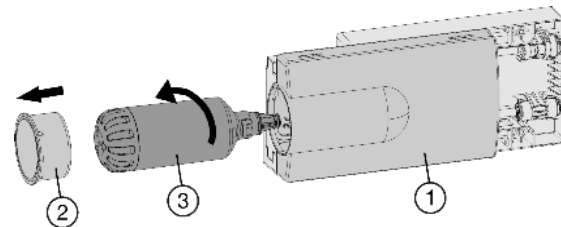

Fig. 8
- ▶ Dado el caso, extraiga el cajón Fig. 8 (1).
- ▶ Retire la tapa del filtro Fig. 8 (2).
- ▶ Gire el filtro de agua Fig. 8 (3) unos 100 ° hacia la izquierda y retírelo.